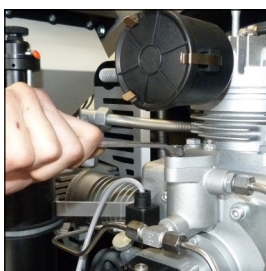

Abb. 1
- Befestigungsmuttern aufschrauben und festziehen (Abb. 1)